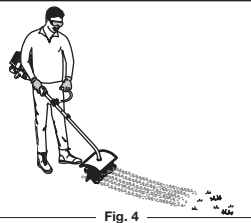

Fig. 4
4. Sujete el eje y la manija con firmeza, baje lentamente el cultivador hasta que los dientes entren en contacto con el suelo (Fig. 4).